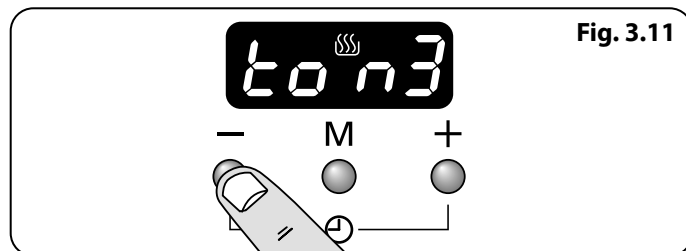

Fig. 3.11
2. Pour choisir la tonalité, appuyer sur le bouton [-] jusqu'à ce que la tonalité souhaitée soit atteinte (Fig. 3.11).